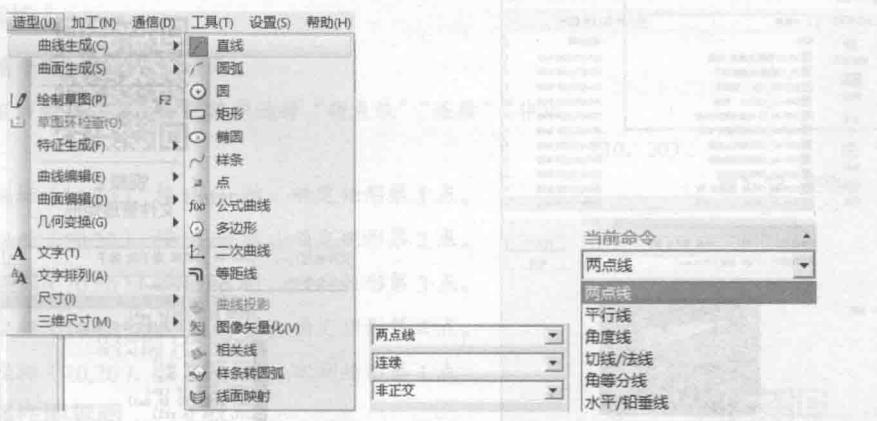

图 1-7 直线命令
下面通过应用曲线生成菜单中的直线命令来熟悉菜单命令的使用。直线命令如图 1-7 所示。
- ① 选择【造型】/【曲线生成】/【直线】命令，或在曲线生成栏中单击 按钮，在绘图区左侧出现直线命令的立即菜单，如图 1-7 所示。
- ② 设置立即菜单中相应选项的内容。
- ③ 开始使用该命令绘制或者编辑图形。